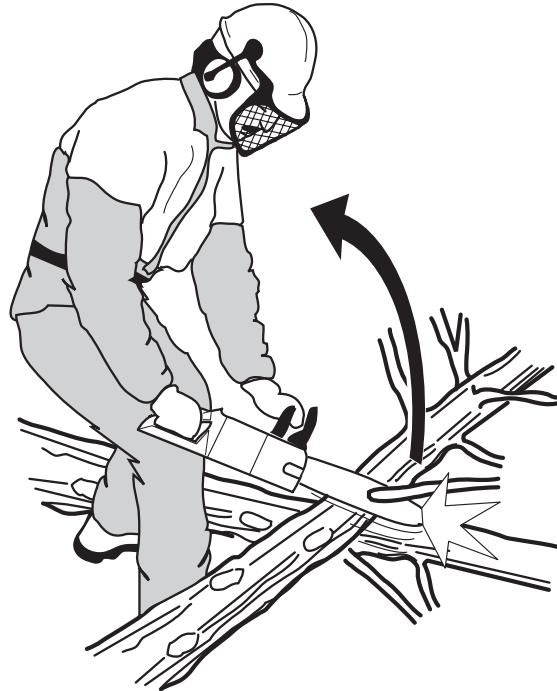

Рисунок 2 — Опасность при обрезке мелких ветвей
- Будьте особенно внимательны при обрезке мелких ветвей (см. рис. 2) и избегайте валки кустов или одновременной обрезки множества мелких веток. Мелкие ветки могут застрять в цепи пильной, вызвать сильный рывок и привести к серьезным травмам. Мы рекомендуем ограничить диаметр дерева до длины шины направляющей, чтобы направляющую зарубку и валочный пропил можно было сделать одинарными пропилами.